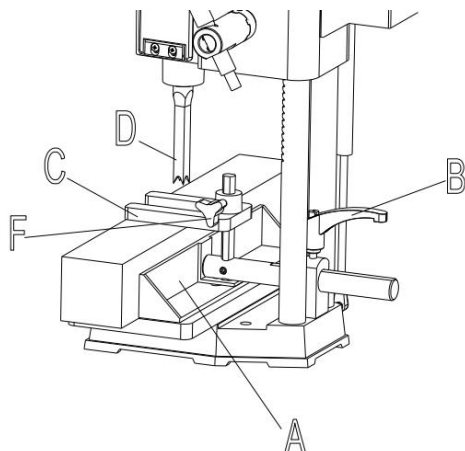

Fig. 10
Stängslet (A) Fig10, kan flyttas in eller ut genom att lossa spaken (B), skjuta staketet till önskat läge och åtdragningsspaken (B). OBS: Spaken (B) är fjäderbelastad och kan flyttas om genom att dra ut spaken och flytta den på den tandade muttern som finns under spaken .